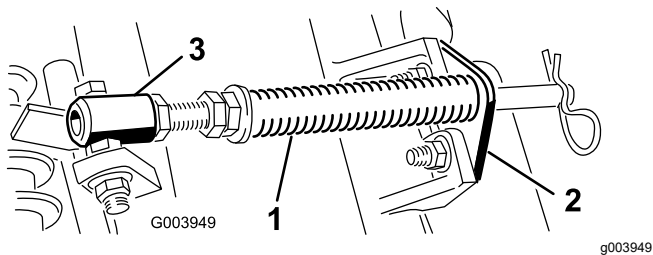

**Figura 9**
5. Certifique-se de que o contrapeso (Figura 9) está instalado na extremidade adequada da unidade de corte conforme descrito no *Manual do utilizador* da unidade de corte.